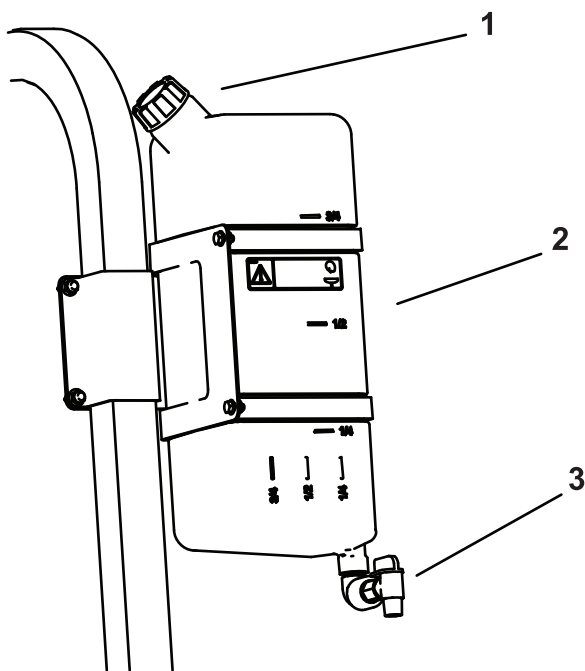

Figura 70
- Para llenar el depósito, desenrosque el tapón de la parte superior del depósito, llene el depósito con agua limpia y coloque el tapón (Figura 70).
- Para abrir la llave de paso del depósito de agua limpia, gire la palanca de la llave de paso (Figura 70).